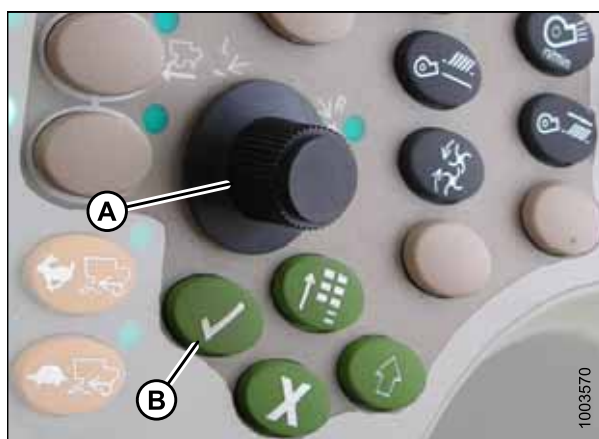

Рисунок 3.286: Консоль управления комбайна John Deere
6. Выберите HEADER (ЖАТКА) в поле (А), перейдя к нему с помощью ручки, и нажмите кнопку с галочкой (ручка и кнопка показаны на рис. 3.286, страница 204).